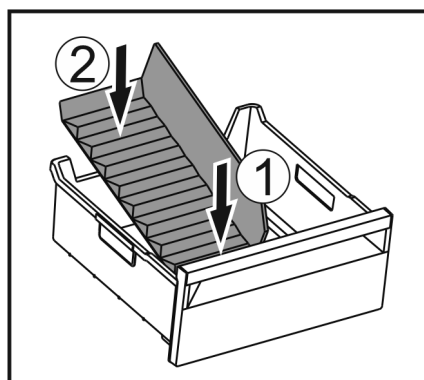

Fig. 196
- Installer la partie avant du séparateur de congélateur. Fig. 196 (1)
- Abaisser la partie arrière du séparateur de congélateur jusqu'au fond du tiroir. Fig. 196 (2)